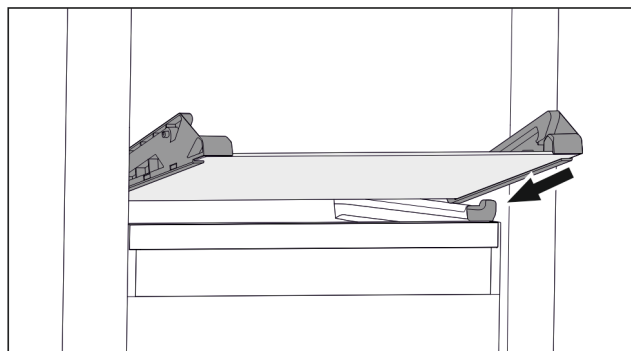

Fig. 132 Den nedklappelige skuffes glasplade
- ▶ Sæt glaspladen skråt bag stoppene. (se Fig. 132)